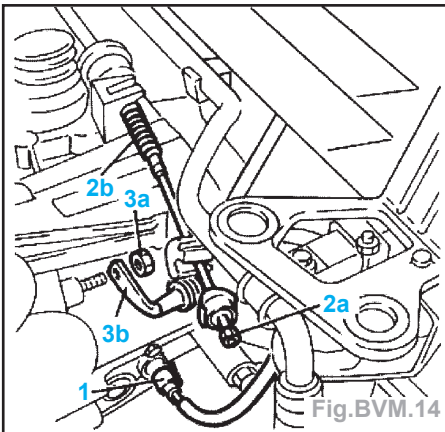

Fig.BVM.14
- Débrancher le connecteur (1) du capteur tachymétrique (Fig.BVM.14).